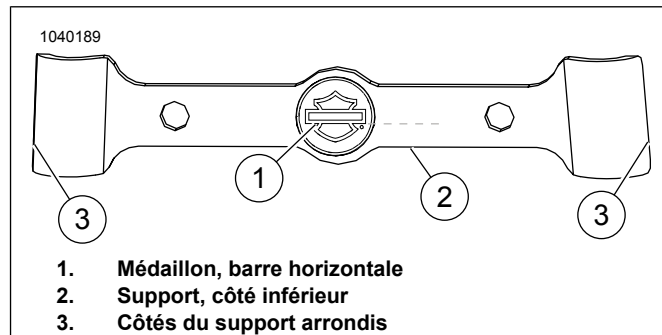

Figure 3. Alignement du médaillon
- Voir la figure 3. Les côtés du support (3) ne sont pas symétriques. La largeur en haut est inférieure à la largeur en bas.
- Voir la figure 3. Aligner la barre horizontale du médaillon (1) avec le bord inférieur (2) du support. Ils doivent être parallèles.
3. Voir la figure 3. Retirer la protection adhésive des côtés gauche et droit du support (3).